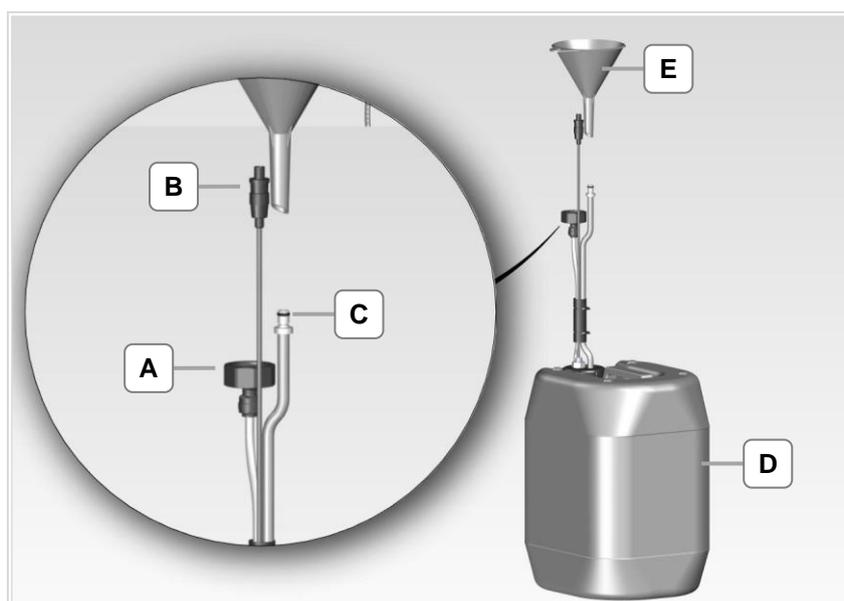
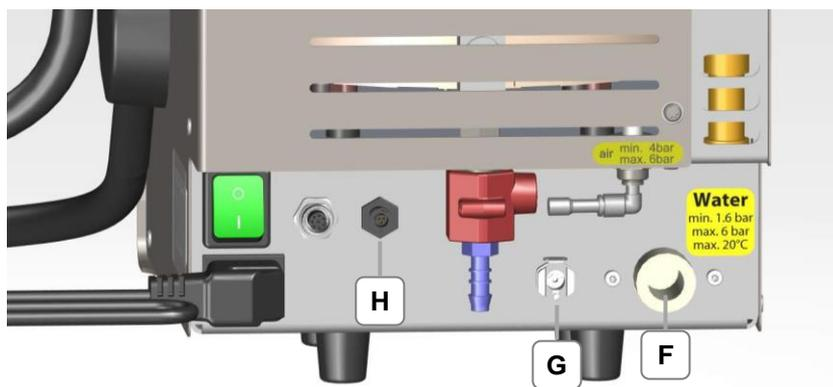
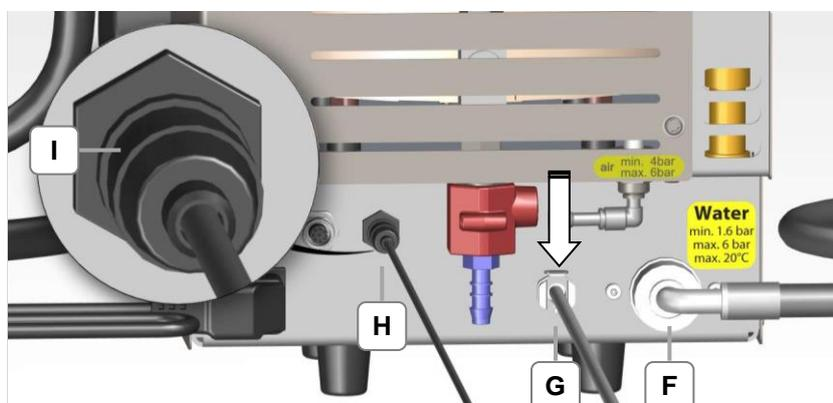
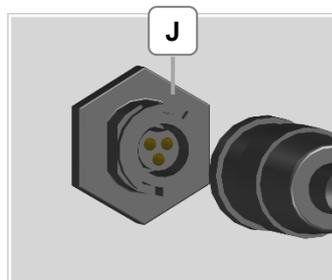

Bild 4.5.1: Kanister mit Zubehör
Bild 4.5.2: Anschlüsse für den Betrieb mit Kanister
Bild 4.5.3: Anschlüsse für den Betrieb mit Kanister (angeschlossen)
Bild 4.5.4: Steckerausrichtung (J)
<p>Auslaufendes Wasser!</p> <p>Wird ein mit Kanister montiertes Gerät an einen Festwasser-Anschluss angeschlossen, muss der Entlüftungsschlauch (Bild 4.5.3-G) entfernt werden.</p> <ul style="list-style-type: none">• Den Entlüftungsschlauch entfernen, damit der Kanister nicht überläuft.
1. Schrauben Sie das Schraubgewinde (Bild 4.5.1-A) des Schlauchs an den Wasseranschluss des Gerätes (Bild 4.5.2-F). Prüfen Sie, ob die Dichtung im Schraubgewinde (Bild 4.5.1-A) eingelegt ist.
2. Schließen Sie den Kabelstecker (Bild 4.5.1-B) für die Füllstandüberwachung am Anschluss (Bild 4.5.2-H) an und drehen Sie die vordere Verschraubung (Bild 4.5.3-I), bis sie einrastet. Steckerausrichtung beachten (Bild 4.5.4-J).
3. Stecken Sie den Entlüftungsschlauch (Bild 4.5.1-C) in den Anschluss (Bild 4.5.2-G).
<p>Befestigung Wasseranschluss Kanister prüfen!</p> <ul style="list-style-type: none"> • Achten Sie auf eine korrekte und sichere Befestigung der Anschlüsse. • Prüfen Sie die Anschlüsse (Bild 4.4.3-E+F) auf Dichtigkeit und Funktion. • Beachten Sie beim Abstecken des Entlüftungsschlauchs, den Verriegelungshebel (Bild 4.5.3-G) in Pfeilrichtung nach unten zu drücken!